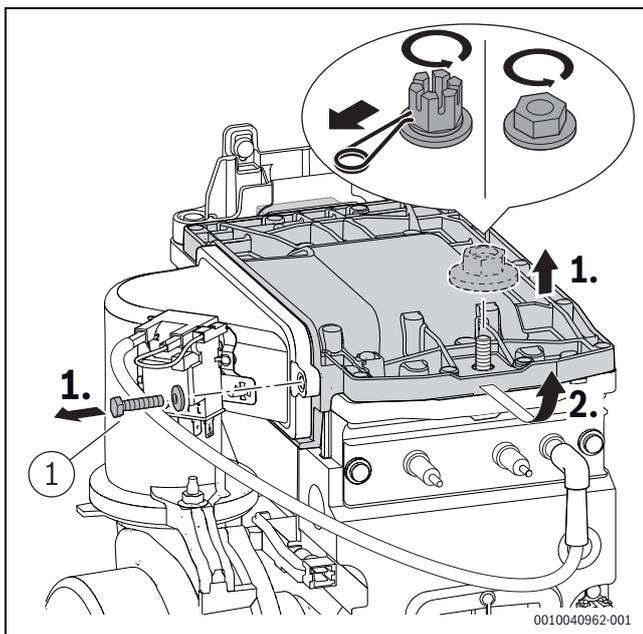

Bild 255 Brennerdeckel ausbauen
- ▶ Schraube ([1], Bild 255) am Brennerdeckel mit  $5,5+0,5$  Nm festziehen.